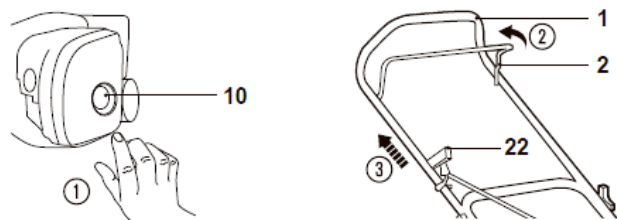

Fig. 18
1. Appuyer sur l'amorceur (10) trois à cinq fois (Fig. 18, étape 1).
2. Se placer derrière la poignée (1).
3. Tirer la barre de freinage (2) contre la poignée (1) et la maintenir dans cette position avec une main (Fig. 18, étape 2).
4. Tirer doucement la poignée du lanceur (22) jusqu'à ce qu'une résistance se fasse sentir, puis la tirer rapidement. Répéter cette opération jusqu'à ce que le moteur démarre (Fig. 18, étape 3).
5. Pour commencer à tondre, maintenir la barre de freinage (2) à deux mains et tirer la poignée (1). Pousser la tondeuse vers l'avant pour que la tondeuse commence à tondre.